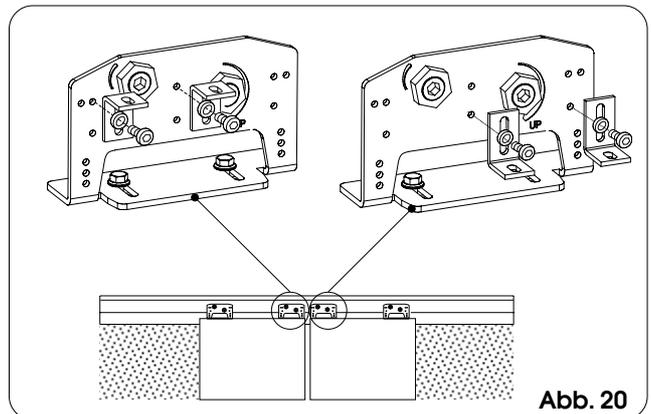
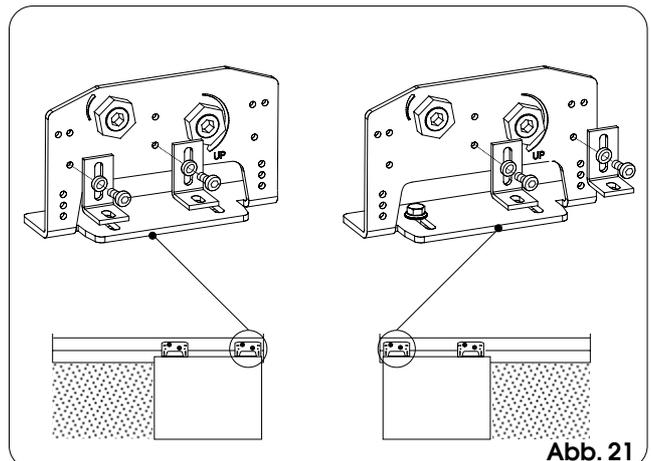

Abb. 20
Abb. 21
- Die Halterungen für die Antriebsstangen werden auf den Schlitten montiert. Dabei ist auf die Abb. 20 (Tor mit Doppelflügel) und Abb. 21 (Tor mit einfachem Flügel) Bezug zu nehmen.